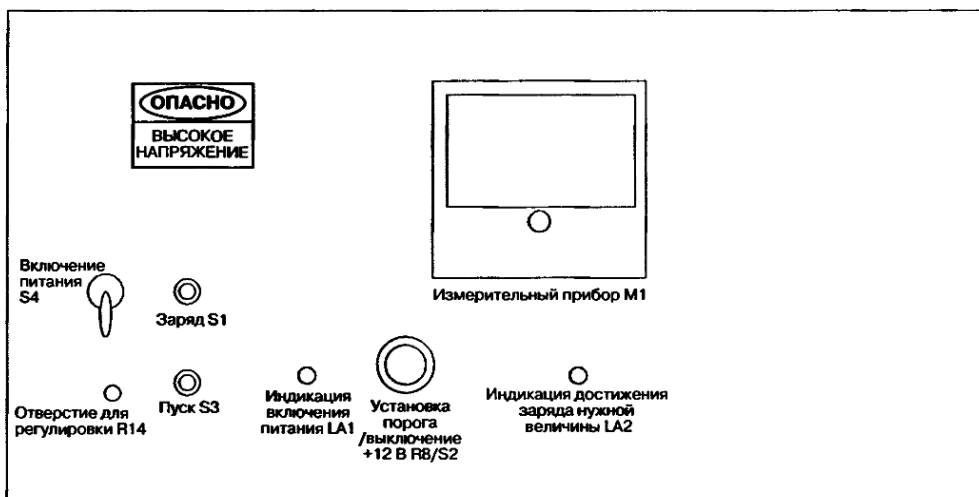

Рис. 3.7. Передняя панель и органы управления
3. Установите переключатель S4 (см. рис. 3.7) в выключенное состояние, переведите ось совмещенного с переменным сопротивлением R8/S2 выключателя в положение «выключено», установите переменные сопротивления R14 и R19 в среднее положение и включите устройство в сеть 115 В переменного тока, вставив вилку шнура питания CO1 в розетку.
5. Обратите внимание на органы управления (см. рис. 3.7):